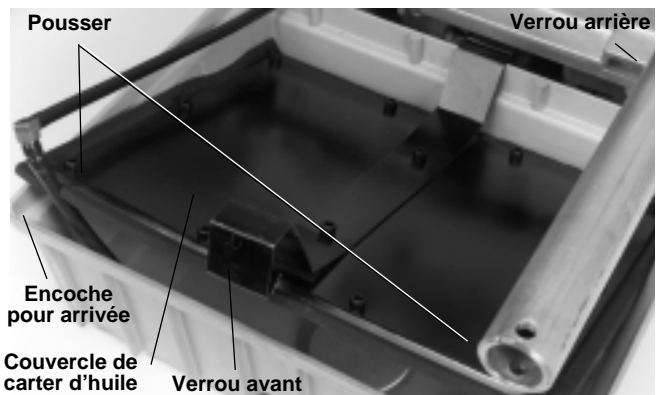

Figure 5B – Couvercle de carter d'huile n° 1460
4. Installez le couvercle de carter d'huile avec l'arrivée d'huile positionnée comme indiqué à la figure 5B.